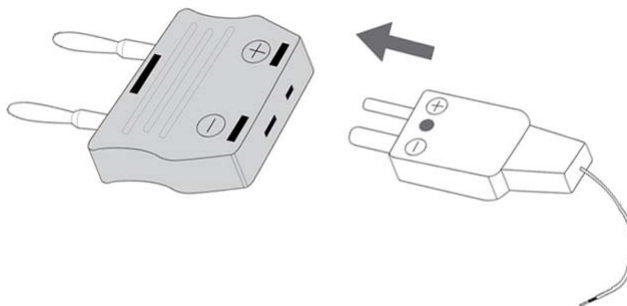

Figura 2-13 Cómo conectar la sonda térmica en el adaptador de transferencia sin compensación
- 2 Conecte la sonda térmica de miniatura en el adaptador de transferencia sin compensación como se muestra en la Figura 2-13.